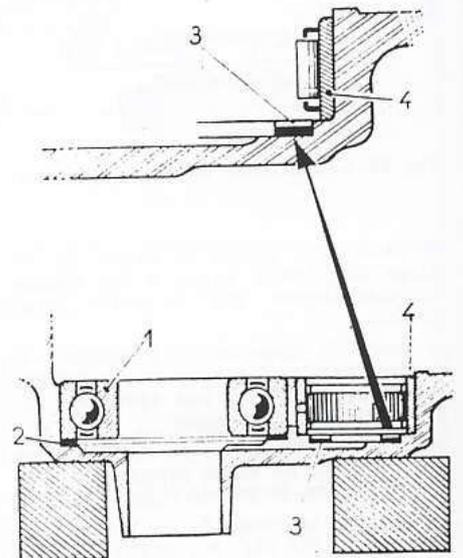

Fig. 68. — Montage du roulement dans le couvercle avant
- Comparer l'épaisseur du roulement (1) (fig. 68) avec l'épaisseur de la bague de réglage DIB-A que l'on a utilisée pour le réglage du latéral de l'arbre pignon d'angle. Cette différence sera à ajouter ou à retrancher par rapport à l'épaisseur déterminée auparavant.
- Poser les cales de réglage (2), le roulement (1) (face gravée au-dessus) et poser un poids sur le roulement.
- Mettre en place la rondelle bi-métal (3) (la face bronze au-dessus), la cage extérieure du roulement à aiguilles (4) et placer un poids sur le roulement. Arrêter la cage extérieure (4) par matage du couvercle en 3 points équidistants (profondeur 0,2 à 0,5 mm).
• Mettre une rondelle (3) de 1,00 mm à l'avant de l'arbre, puis la bague de réglage DIB-C (4) (fig. 68).
• Déposer le couvercle, la bague de réglage avant (4) et ajouter à la cale (3) de 1,00 mm précédemment posée une épaisseur correspondant au jeu trouvé à l'arrière.
• Reposer la bague (4), puis le couvercle par 4 écrous et bloquer.